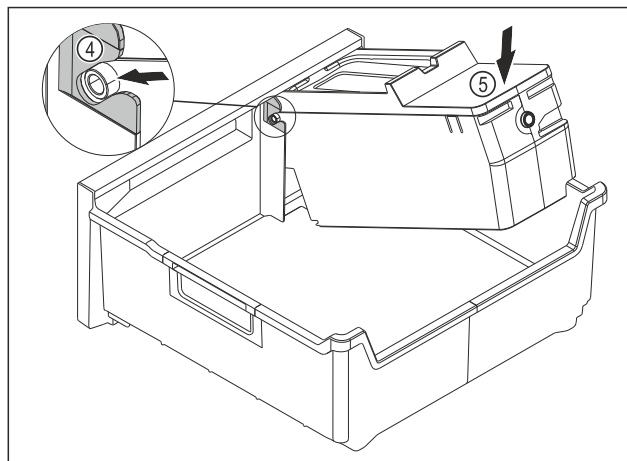

Fig. 110
- ▶ Monter le corps de l'EasyTwist-Ice : Insérer les axes du corps de l'EasyTwist-Ice dans les guides Fig. 110 (4).
- ▶ Appuyer l'arrière du corps de l'EasyTwist-Ice Fig. 110 (5) vers le bas.